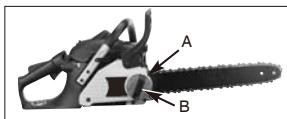

Рисунок 4
- Для увеличения натяжения пильной цепи поворачивайте кольцо регулировки натяжения цепи (A) ПО ЧАСОВОЙ СТРЕЛКЕ, направив переднюю часть направляющей шины вверх. Чтобы ослабить натяжение цепи поворачивайте кольцо регулировки натяжения цепи (A) ПРОТИВ ЧАСОВОЙ СТРЕЛКИ. Убедитесь, что цепь плотно облегает шину по всей ее длине (рис. 4).
- После регулировки натяжения цепи, продолжая удерживать переднюю часть шины в крайнем верхнем положении, туго затяните стопорную рукоятку шины (B). Цепь считается правильно натянутой, если она плотно облегает шину по всей ее длине и протягивается вручную (руки должны быть в перчатках) (рис. 4).